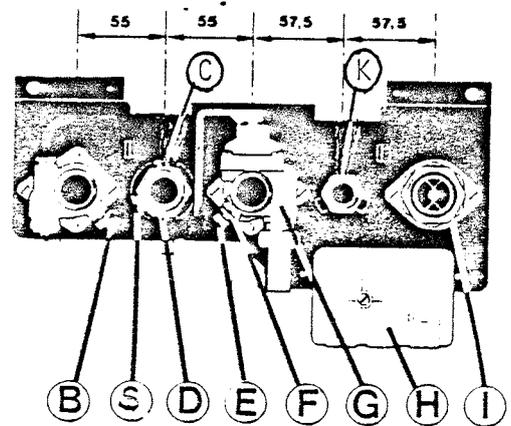

Fig. 7
La plaque de raccordement est équipée, de gauche à droite (Fig. 7)
- dans le bornier H (Fig. 7) de la plaque de raccordement